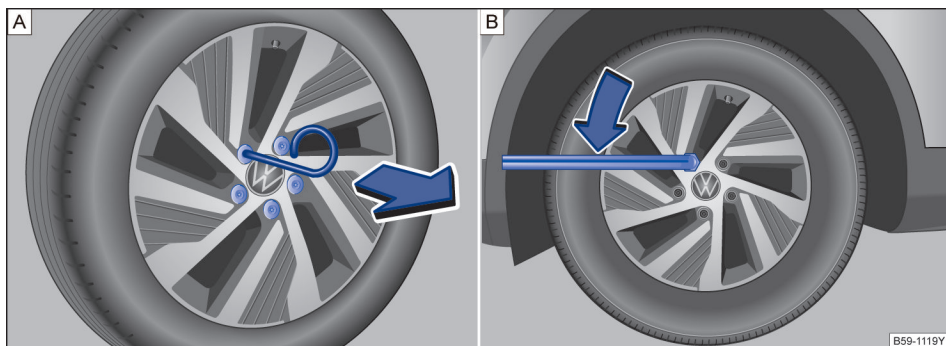

图 224 A 从车轮螺栓上拔下盖罩 B 更换车轮：松开车轮螺栓
- 将钢丝钩穿过开口插入盖罩内→图 224 A，然后沿箭头方向将其拔下。
- 将车轮扳手套到车轮螺栓上，然后推到限位位置→图 224 B。